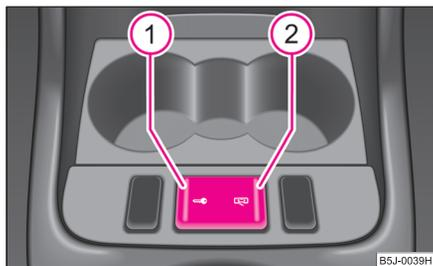

Fig. 22 Interruptor de cierre centralizado
- Pulsar la tecla (1) ⇒ fig. 22. El símbolo  en la tecla se encenderá.
- Pulsar la tecla (2) ⇒ fig. 22. En la tecla se apagará el símbolo .